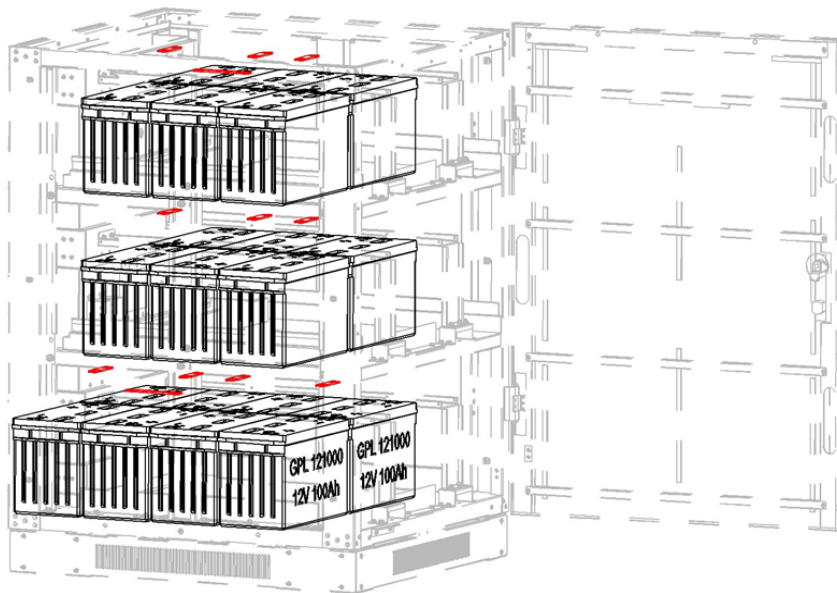

Figure 5-18A
9. Modèle BP240V100-NIB : Installer les barres du bus en cuivre (12 pièces) entre les batteries adjacentes et les boulons/ montants d'insertion des batteries (Figures 5-18A et 5-18B).